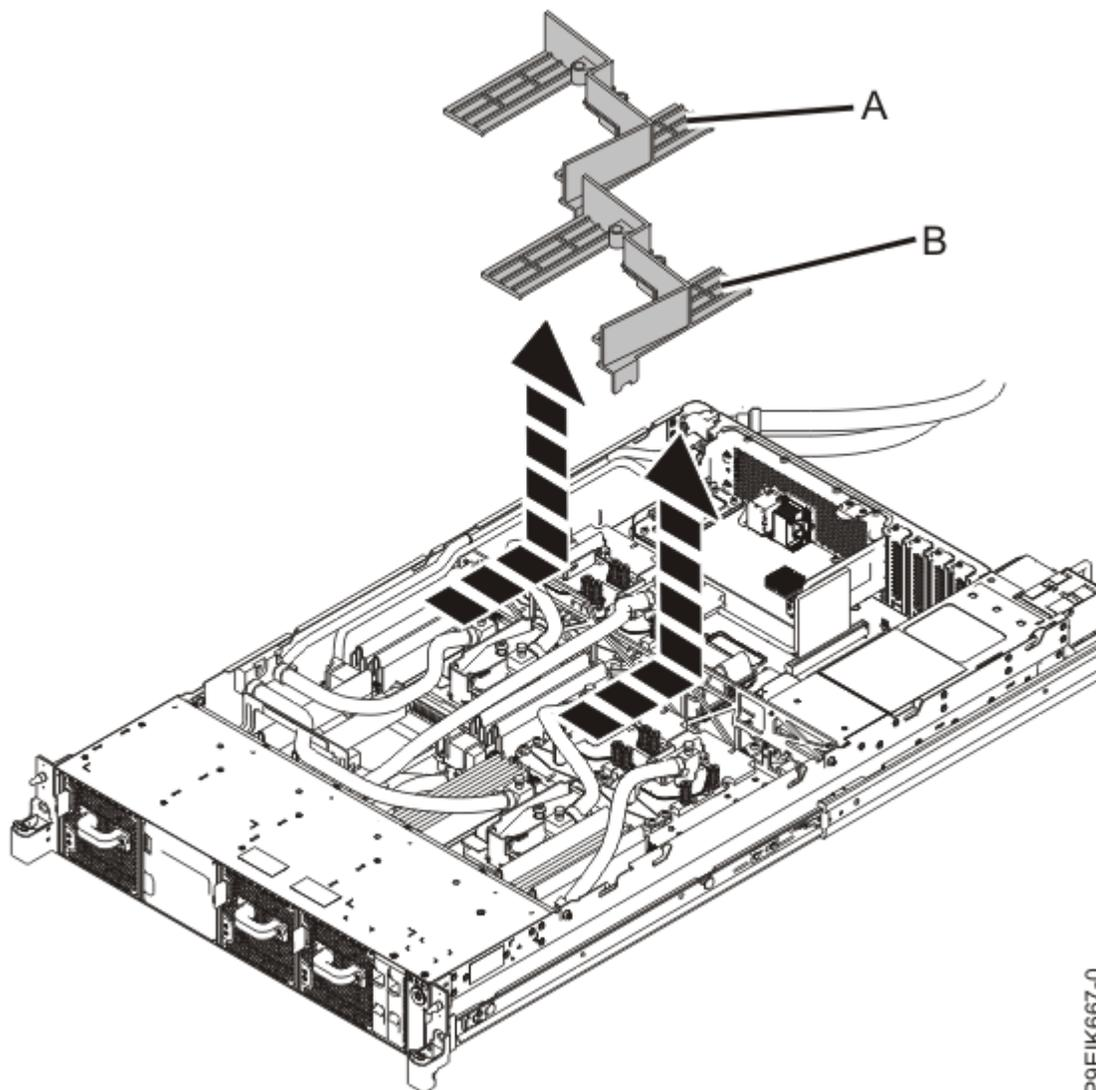

図 113. メモリー・エア・バッフルの取り外し
2. エア・バッフル (A) および (B) を取り外します (130 ページの図 113 を参照)。